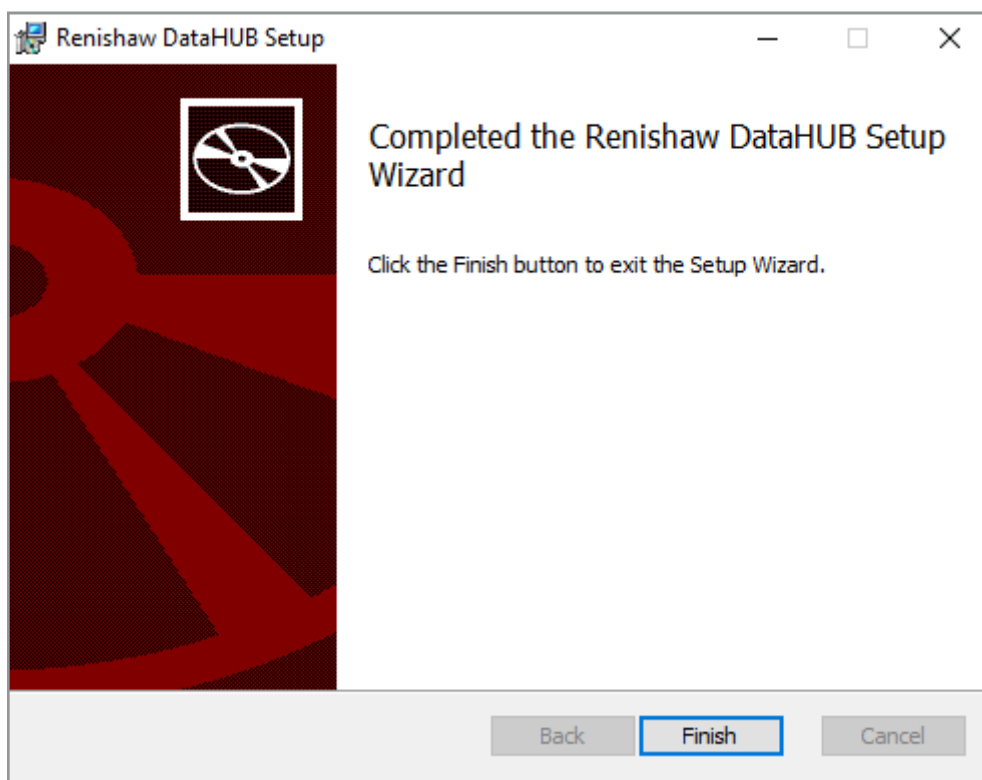

Figure 24 Configuration de DataHUB
12. Cliquez sur **Finish** (Terminer) (voir la Figure 24).